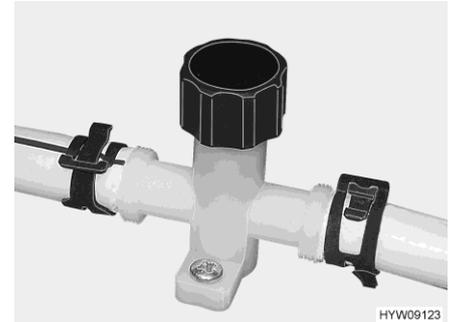

Fig. 113 Robinet de vidange (conduite d'eau)
- Fermer les robinets de vidange. Tourner pour cela le capuchon du robinet de vidange (Fig. 113) dans le sens des aiguilles d'une montre.